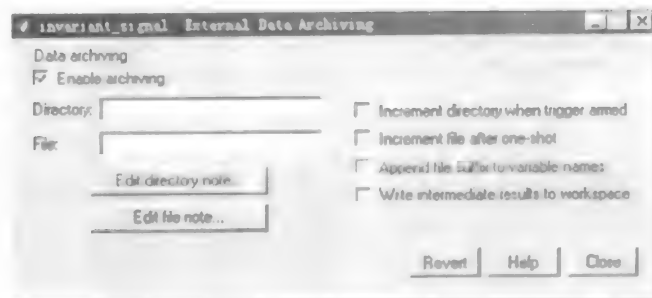

图 10-21 External Data Archiving 对话框
(3) Data archiving——自动的数据记录和存储。按 **Enable Archiving** 按钮就激活了外部模式的自动数据档案特性。为了了解数据档案特性工作的原理，读者有必要知道在档案特性被禁止时数据获取的工作机制。这有两种情况：**one-shot** 和 **normal** 模式。在 **one-shot** 模式，在一个触发事件发生后，每一个被选择为触发器的 **Scope** 模块只会在仿真快要结束时，才写数据到工作空间。如果仿真过程中，还有另外一个 **one-shot** 事件被触发，那么工作空间中已存在的数据将会被擦除重写。在 **normal** 模式，外部模式在每一个触发事件发生后，就自动地重新准备触发器。所以，读者可以把 **normal** 模式看成一串的 **one-shot**，其中的每一个 **one-shot**，除了最后一个之外，都会引起一个即时结果。因为触发器可以在任何时候触发，写即时结果到工作空间会导致对工作空间变量不可预测的重写。所以，缺省的行为是在最后一个 **one-shot** 触发后才把结果写入工作空间，而即时结果被摒弃。如果用户知道在触发器里有足够的时间间隔来监视即时结果，那么用户就可以选中 **Write to intermediate workspace** 检查框来重定义这种行为。注意这个选项不保护工作空间数据不被后面的触发器重写。
- **Append file suffix to variable names**——无论何时外部模式增加文件名的序号，每一个文件保存的变量都会被加上所处文件的序号作为后缀。例如文件 **file\_1**，**file\_2** 文件里的数据变量 **xdata** 分别为 **xdata\_1**，**xdata\_2**，于是每个文件内的变量名在整个工作空间里就是单一的。这主要是为了便于在 **MATLAB** 比较变量。如果不是单一的，那么在分析时，新文件里的变量就会在 **MATLAB** 工作空间，覆盖前面文件里的变量。图 10-21 显示了在 **archive** 被使能下 **External Data Archiving** 对话框的样子。